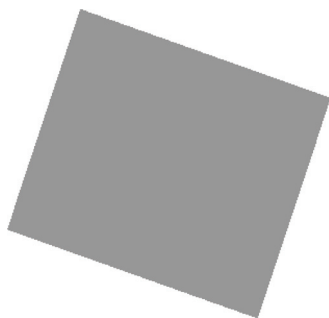

图 10-62 打开模型文件
STEP 01 单击快速访问工具栏中的“打开”按钮，打开模型文件，如图 10-62 所示。